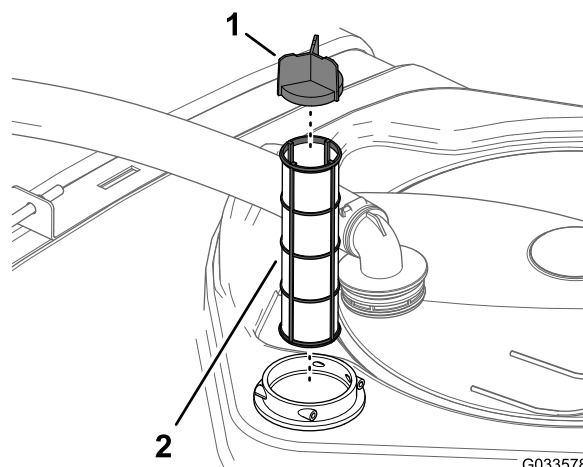

Figure 147
4. Sortez le filtre d'aspiration existant de son logement dans le réservoir (Figure 147).